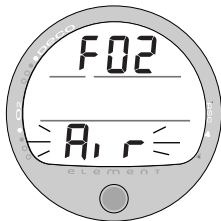

Abb. 16 - EINSTELLMODUS-EINGABE
- Nach Aktivierung des Einstellmodus wird das Display FO2 einstellen mit blinkender Einstellung angezeigt (Abb. 16).